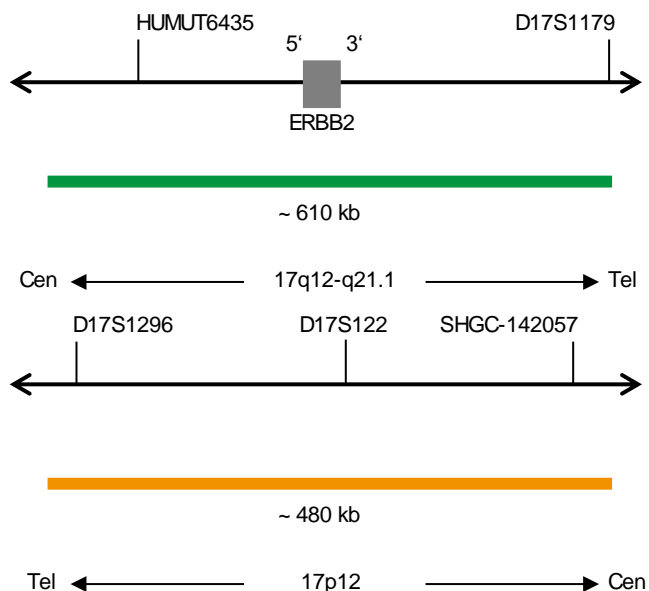

Fig. 1: In alto: Mappa della sonda SPEC ERBB2; In basso: Mappa della sonda SPEC D17S122 (non in scala)
- Polinucleotidi (~10 ng/ μ l) marcati con fluorocromo ZyGreen (eccitazione 503 nm/emissione 528), le cui sequenze target mappano in 17q12-q21.1* (chr17:37,572,531-38,181,308) in cui è localizzato il gene ERBB2 (vedere Fig. 1).
- Polinucleotidi (~4.5 ng/ μ l) marcati con fluorocromo ZyOrange (eccitazione 547 nm/emissione 572 nm), le cui sequenze target mappano in 17p12* (chr17:14,954,785-15,434,017) in cui è localizzato il locus D17S122 (vedere Fig. 1).